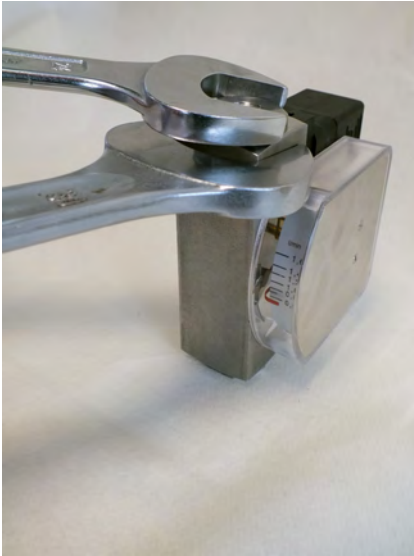

Abb. 54: Verschraubung (Ausgang) festziehen
- 10.** ▶ Schrauben Sie die Verschraubung (Ausgang) mit einem passenden Maulschlüssel ein. Ziehen Sie die Verschraubung fest an. Halten Sie den Gerätekörper hierbei mit einem passenden Maulschlüssel gegen (Abb. 54). Beachten Sie dabei das Anziehdrehmoment ( Kapitel 11.1 „Anziehdrehmomente“ auf Seite 82)